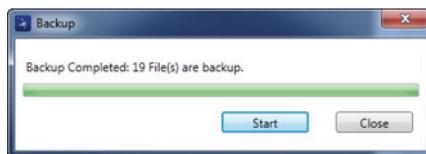

Рис. 6-32 Диалоговое окно Backup (Резервное копирование)
6. После завершения резервного копирования нажмите **Close** [Закреть] (см. Рис. 6-32 на стр. 351).